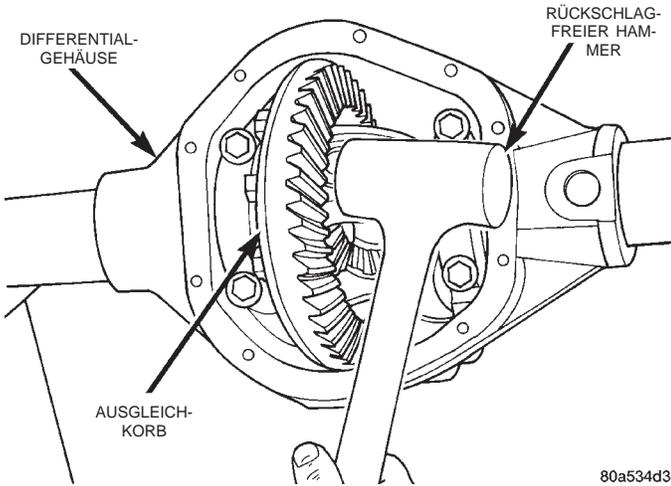

Abb. 67 Ersatzlager auf der Tellerradseite in Differentialgehäuse einschlagen
- (7) Mit einem rückschlagfreien Hammer auf die Ersatzlager schlagen, damit sie richtig im Differentialgehäuse sitzen, (Abb. 66) und (Abb. 67).
(18) Antriebskegelrad in Differentialgehäuse einbauen. Gelenkgabel anbauen und das Losbrechmoment des Ritzels einstellen.
(19) Ausgleichkorb mit den Ersatzlagern D-345 (ohne Beilagen) in das Differentialgehäuse einbauen. Die markierten Lagerdeckel in der richtigen Lage einbauen. Die Schrauben eindrehen und von Hand festziehen.
(20) Ersatzlager auf der Tellerradseite festklopfen (Abb. 67).